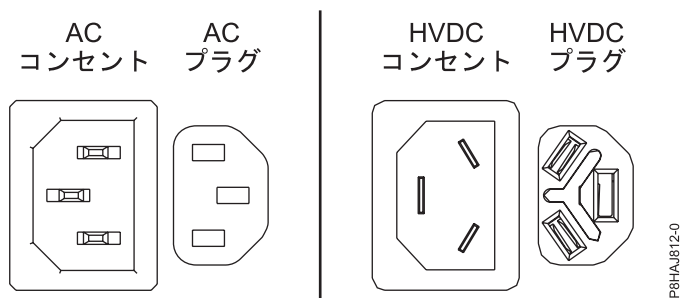
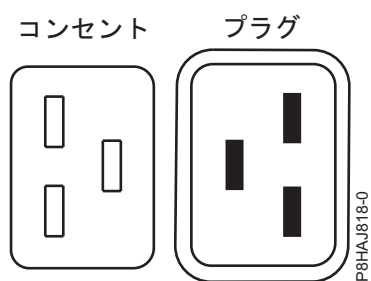
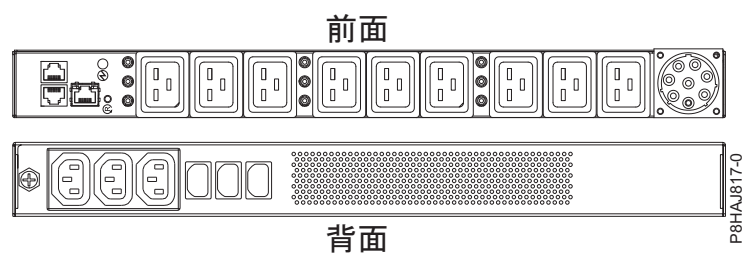

図 43. AC コネクターと HVDC コネクター
図 44. 8408-44E システムのコネクター
図 45. 8408-44E システムの PDU
103 ページの図 43 は、サポート対象の交流 (AC) コネクタおよび高電圧直流 (HVDC) コネクタを示しています。103 ページの図 44 および 103 ページの図 45 は、8408-44E のサポート対象のコネクタおよび電力配分装置 (PDU) を示しています。